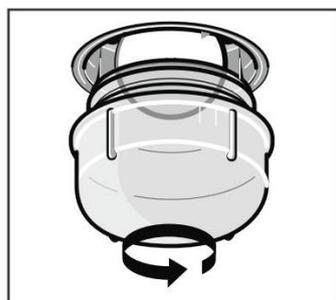

Рис. 5
2. Поверните стеклянную крышку против часовой стрелки (Рис. 5)